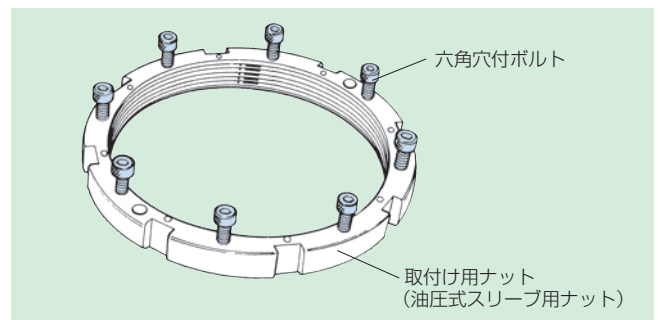

図14
(3) 取付け軸に適合した取付け用ナットを用意します。取付け用ナットには二硫化モリブデンを塗布した締付けボルト（8本）をあらかじめ取付けます（図14参照）。